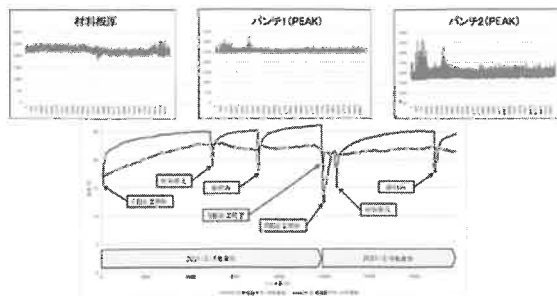

図2 金型とプレス機械、材料センシングを組み合わせたハイブリッド「プレスDX」
最近では伊藤製作所、ウチダ製作所と 3 社共同でプレス金型とプレス機械のセンシングに取り組んで不良の発生メカニズム解析と予知予防が可能な「プレス DX」システムを開発した（図 2）。厚板板金の高圧プレスでのパンチ欠けが課題であるが、①パンチ荷重センサ、②パンチ刃先温度センサ、③パンチ板圧センサ、④排圧センサを金型に組み込み、⑤材料温度センサ、⑥プレス機械のフレーム伸び・剛性センサを組み合わせた画期的なシステムでパンチ欠けの事象を取らえることに成功した。